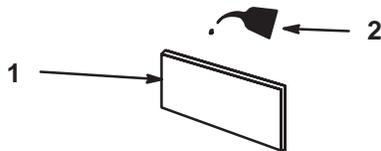

Bild 36
3. Tränken Sie den Einsatz mit frischem Motoröl. (Bild 36). Drücken Sie den Einsatz, um überflüssiges Öl zu entfernen.